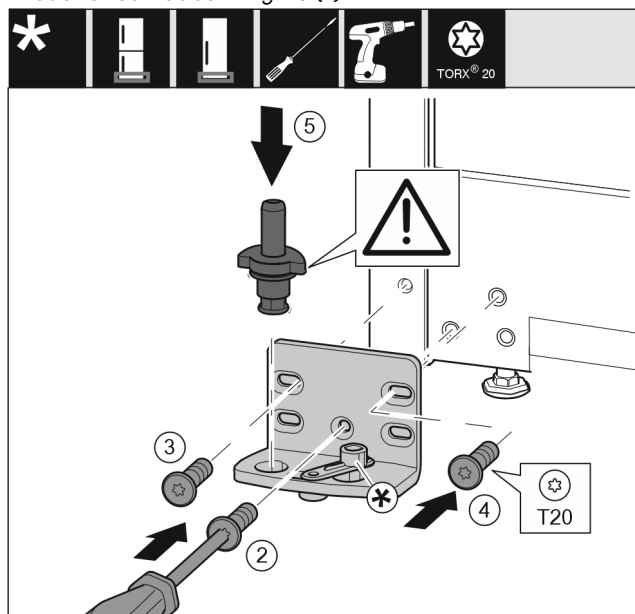

Fig. 14
- Lagerbock auf der anderen Seite ansetzen und mit Hilfe eines Schraubendrehers T20 anschrauben. Mit Schraube 2 unten in der Mitte beginnen. Fig. 14 (2)
- Schraube 3 und 4 festschrauben. Fig. 14 (3,4)
- Lagerbolzen komplett einsetzen. Dabei darauf achten, dass der Rastnocken nach hinten zeigt. Fig. 14 (5)